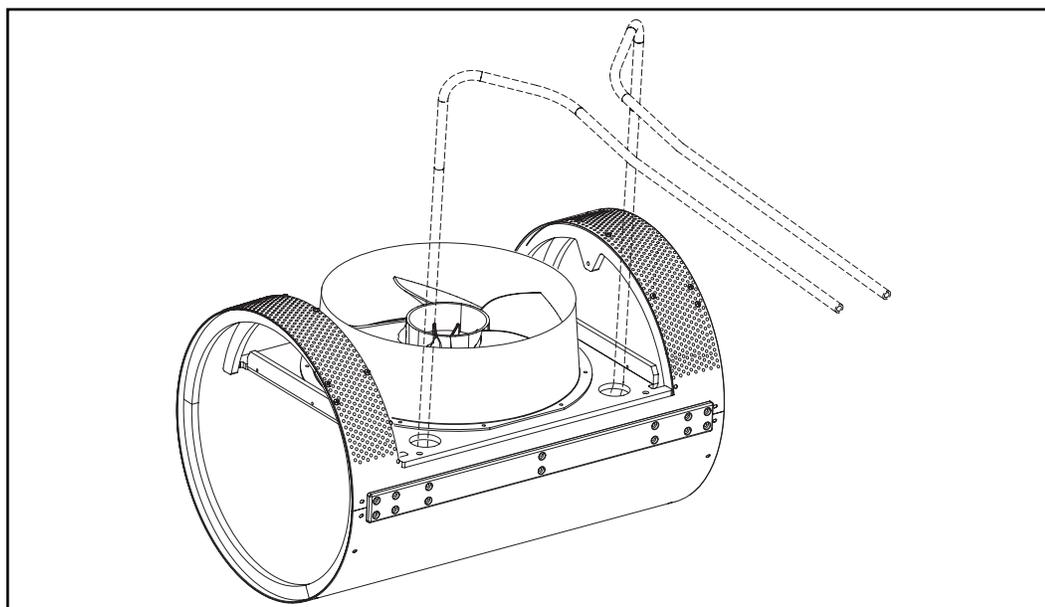

Fig. 6.2
- 6.3 Desenrolle las dos longitudes de la manguera hidráulica que van empalmadas a la base cilíndrica (Fig. 6.2).